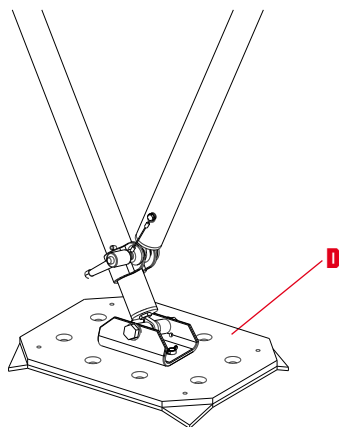

fig. 4B
- lato unghiato per superfici rugose, irregolari o morbide (fig. 4B),